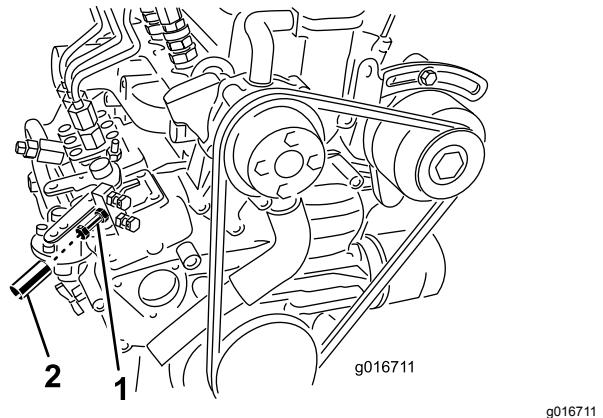

Bild 5
3. Stellen Sie die Motordrehzahl mit dem Tacho und der Einstellschraube der Gasbedienung am Motor (Bild 5) auf höchstens 3.200 U/min;
5. Schieben Sie ein Aluminiumrohr über die Einstellschraube und Klemmmutter der Gasbedienung (**Bild 5**) und klemmen sie über die Schraube, damit die Schraube nicht mehr eingestellt werden kann.